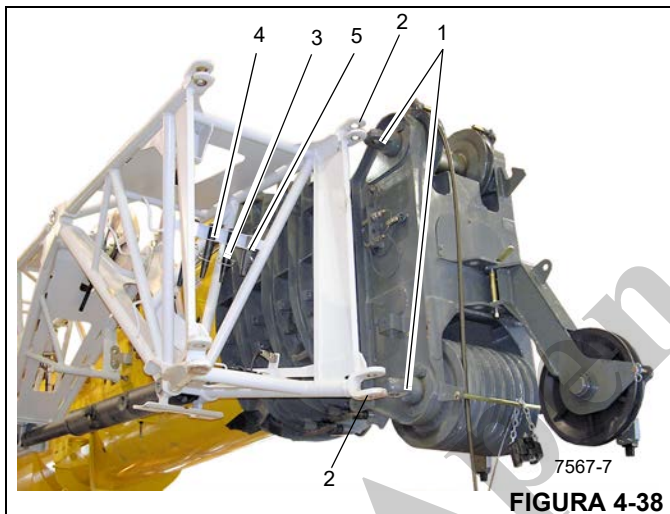
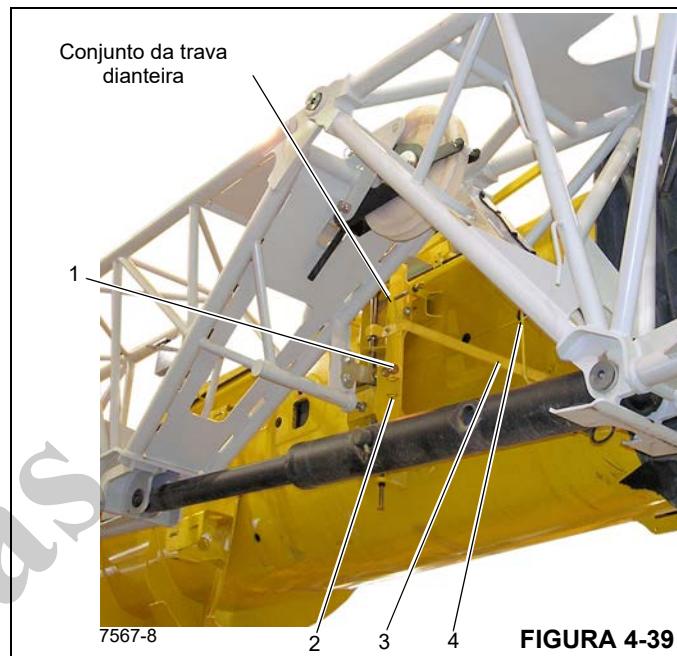

FIGURA 4-38
FIGURA 4-39
6. Usando o cabo de apoio, puxe a parte dianteira da extensão até que os olhais de montagem da extensão (2) (Figura 4-38) fiquem alinhados com os olhais do cabeçote da extensão (1).
7. Usando uma escada ou um dispositivo de elevação adequado, remova os grampos de retenção (3) e puxe os pinos (4) para fora dos suportes (5). Instale os pinos através dos olhais de conexão e prenda com os grampos de retenção.
9. Usando uma escada ou plataforma de trabalho aérea, use a haste de extensão do jib, localizada na cabine, para puxar o grampo de retenção para fora do pino de travamento horizontal (1) (Figura 4-39).
10. Use a haste de extensão do jib para retirar o pino de travamento horizontal do conjunto da trava dianteira e coloque no olhal de armazenamento (2). Fixe com o grampo de retenção.
11. Usando a haste de extensão do jib, desengate o conjunto da trava dianteira empurrando a alavanca (3) (Figura 4-39) para cima e contra o apoio da alavanca (4).